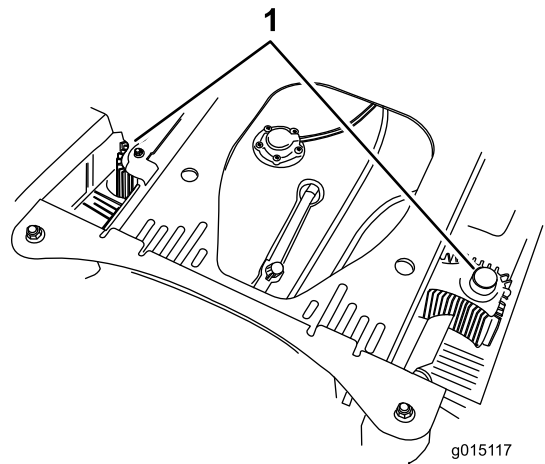

Figura 90
4. Limpie cualquier residuo o hierba de las cubiertas de las unidades hidráulicas (Figura 90).